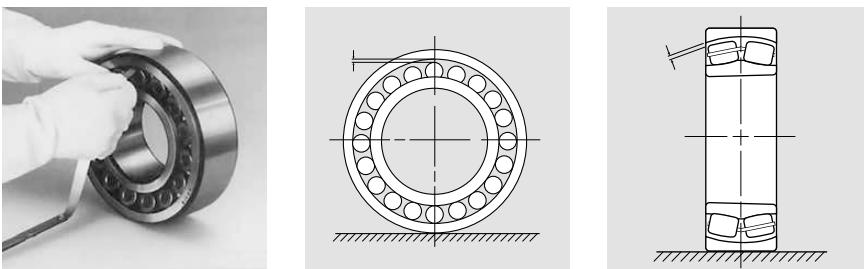

Fig. 1 : Vérification du jeu radial interne, le roulement placé sur un établi.
1. Le roulement posé sur un établi, mesurer le jeu interne sur la partie haute du roulement, entre les rouleaux et la bague extérieure comme montré sur la **fig.1**, et noter le jeu mesuré.